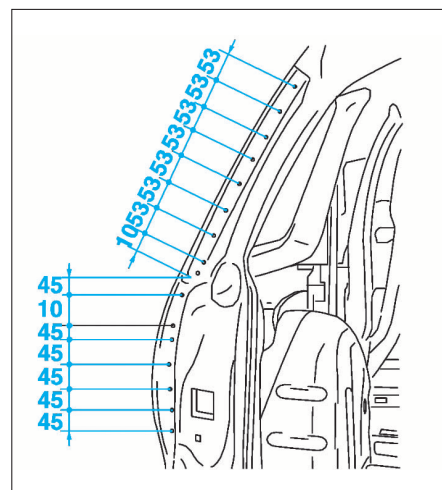

FIG. 130
- Percer au \varnothing 6,5 mm pour soudage ultérieur par points bouchons (Fig.130 et 131).